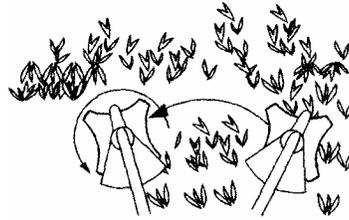

Fig. 5
- ? Balancee el equipo de derecha a izquierda dentro del material a cortar (Fig. 5).